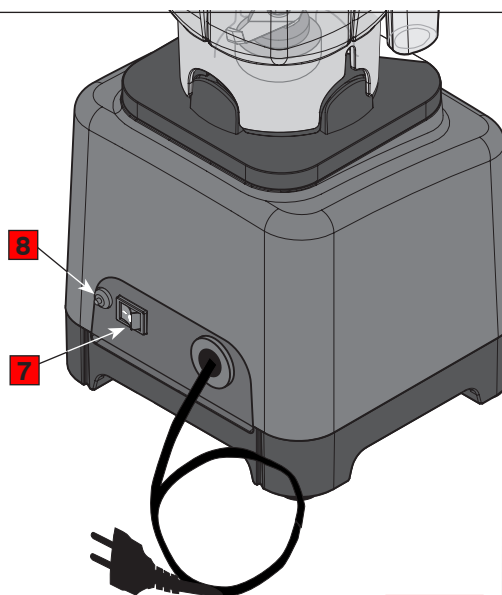
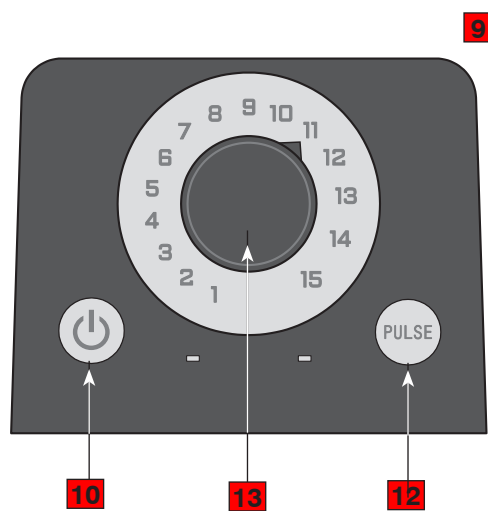

Fig. 2
Fig. 4
**BATIDORA B180, B185, B280 y B284****Componentes principales del aparato (Fig. 1, Fig. 1a, Fig. 2, Fig. 3, Fig. 4)**
- 4** Colocar el interruptor ON-OFF (7, Fig. 2) en la posición ON (I).